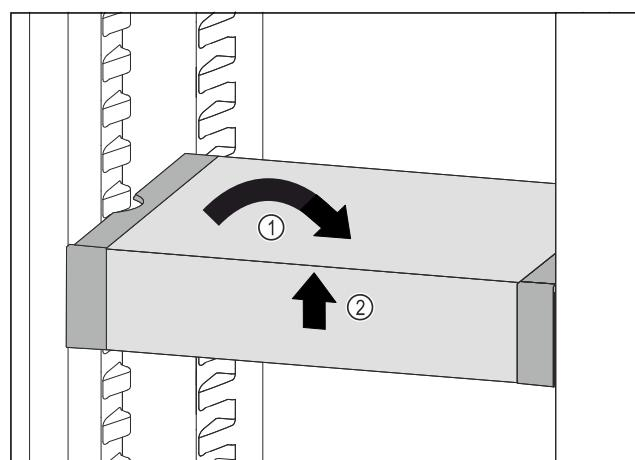

Fig. 108
- VarioSafe postavte rovno. Fig. 108 (1)
- VarioSafe nadvihnite vpred. Fig. 108 (2)